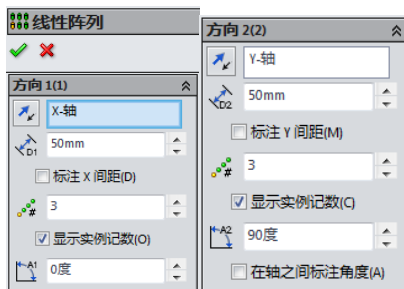

图 2-121 设置线性阵列参数
- 03 单击激活【线性阵列】对话框【要阵列的实体】列表框，选择绘制的圆，其他设置如图 2-121 所示。